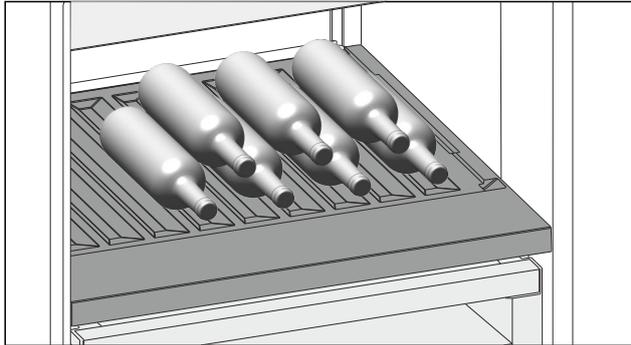

Fig. 117
- ▶ Introduzca las botellas con la base orientada hacia la pared posterior. (consulte Fig. 117)